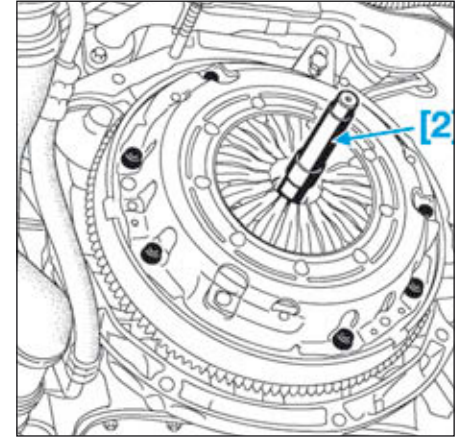

FIG.4
- Mettre en place le disque d'embrayage à l'aide d'un centreur [2] (Fig.4).